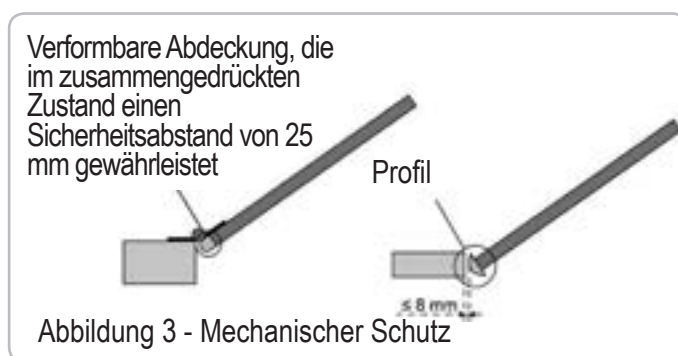
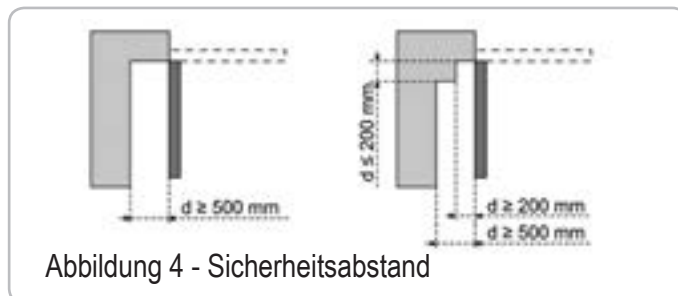

Abbildung 3 - Mechanischer Schutz
Abbildung 4 - Sicherheitsabstand
<p>ZONE 2* Quetschgefahr an einem angrenzenden festen Bauteil</p>	<p>Hinderniserkennung durch den Antrieb. Es muss unbedingt geprüft und festgestellt werden, dass die Grenzwerte der Betriebskräfte und Reversierungszeiten gemäß Anhang A der Norm EN 12 453 eingehalten sind. Schutz durch eine mechanische Vorrichtung (siehe Abbildung 3) oder durch Sicherheitsabstände (siehe Abbildung 4)</p>
<p>ZONE 3* Gefahr von Schnitt- oder Quetschverletzungen beim Öffnen im Bereich fester angrenzender Bauteile</p>	<p>Am Tor alle Punkte beseitigen, an denen man hängen bleiben kann, und alle scharfen Kanten am Torblatt entfernen. Alle Zwischenräume mit Breiten ≥ 8 mm oder ≤ 25 mm beseitigen. Der Schutz gegen das Einquetschen mit einem angrenzenden Bauteil ist möglich:</p> <ul style="list-style-type: none"> - Hinderniserkennung durch den Antrieb. Es muss unbedingt geprüft und festgestellt werden, dass die Grenzwerte der Betriebskräfte und Reversierungszeiten gemäß Anhang A der Norm EN 12 453 eingehalten sind. - durch Sicherheitsabstände (siehe Abbildung 4)
Torgroße (Abb. 3)
3.1 Montagehöhe - Abb. 4